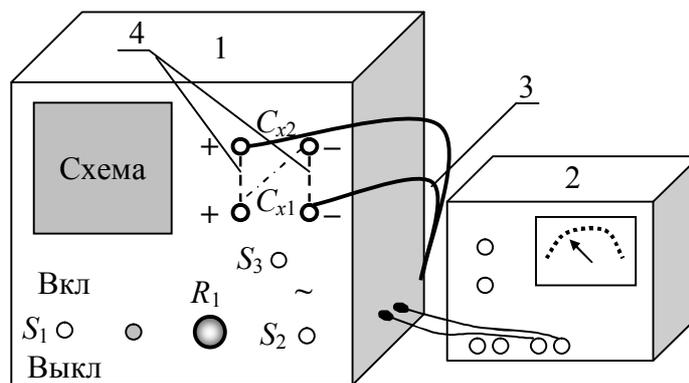

Рис.211.1
Внешний вид установки представлен на рис.211.1. Электрическая схема смонтирована в блоке 1. Напряжение на конденсаторах измеряется с помощью вольтметра 2.
Подключение конденсаторов неизвестной емкости C_x к эталонному обеспечивается кабелем 3. Конфигурация параллельного или последовательного подключения конденсаторов неизвестных емкостей C_{x1} и C_{x2} обеспечивается кабелем 4. В качестве примера на рис.211.1 штриховыми линиями показано параллельное подключение конденсаторов (кабелем 4 соединены обкладки одного знака). Если кабелем 4 соединены обкладки
1. Включите блок 1 в цепь (рис.211.1).
12. Соедините конденсаторы с электрическими емкостями C_{x1} и C_{x2} параллельно (рис.211.1) с помощью кабеля 4 (замыкаются обкладки одного знака), и выполните все измерения, указанные в пунктах 6-10. Результаты измерений занесите в таблицу 211.2.
13. Соедините конденсаторы с электрическими емкостями C_{x1} и C_{x2} последовательно (рис.211.1) с помощью кабеля 4 (замыкаются обкладки разных знаков), и выполните все измерения, указанные в пунктах 6-10. Результаты измерений занесите в таблицу 211.2.